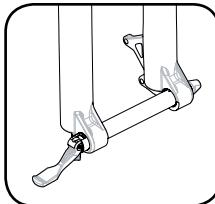

Fig. 2
- Coloque la palanca Maxle en la posición abierta (**Fig. 2**). Asegúrese de que la palanca encaje en la ranura correspondiente del eje.